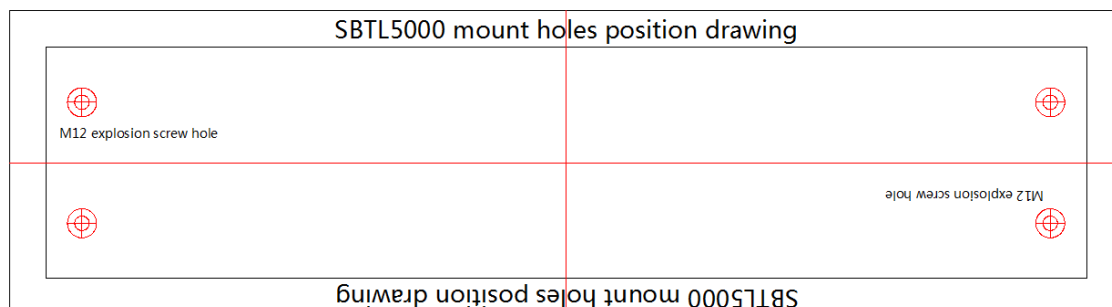

Figura 2-1
1. Taladre los agujeros según el dibujo de la posición de los agujeros de montaje, como se muestra en la Figura 2-1.